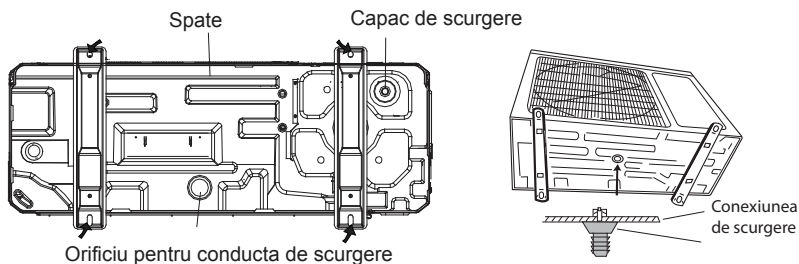

Fig.12
4.2.2 Evacuarea condensului la unitatea de exterior (Doar pentru unități cu pompă de căldură) (Fig.12)